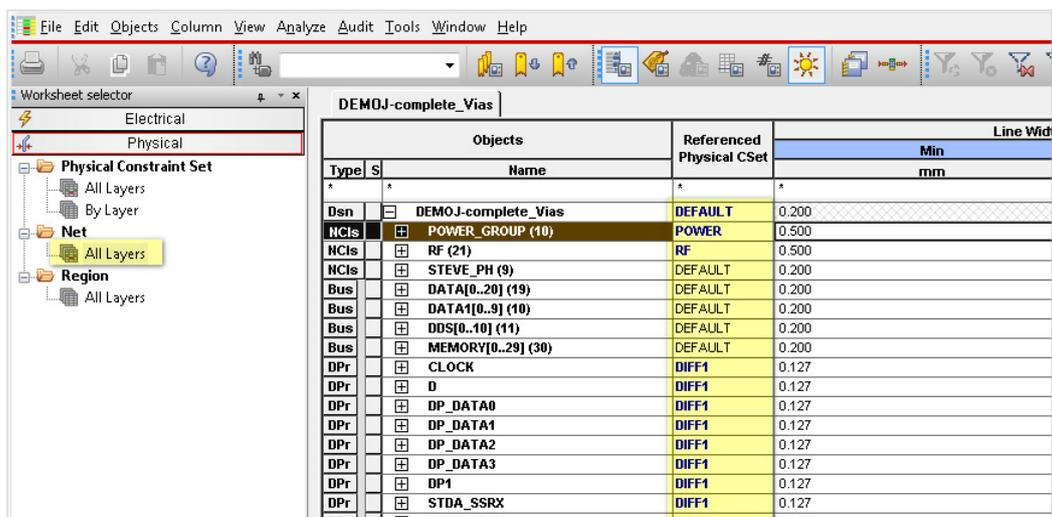

Рис. 18.2 - Назначение шаблонов правил на объекты цепей
2. Далее в разделе Net вы можете назначить шаблон (Set) на любые цепи и объекты цепей (Рис. 18.2).